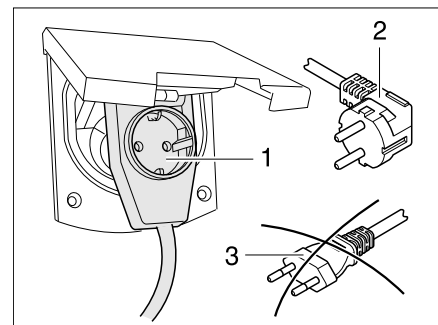

Bild 91 Anschluss an eine Winkelkupplung mit Steckdose
- ▶ Bei Verwendung einer CEE 17 Winkelkupplung mit rückseitig eingebauter Steckdose (Bild 91,1) nur einen gummierten und versiegelten IP 44 Stecker mit Schutzkontakt (Bild 91,2) verwenden. Keine Stecker ohne Schutzkontakt (Bild 91,3) verwenden. Gefahr eines Stromschlages!